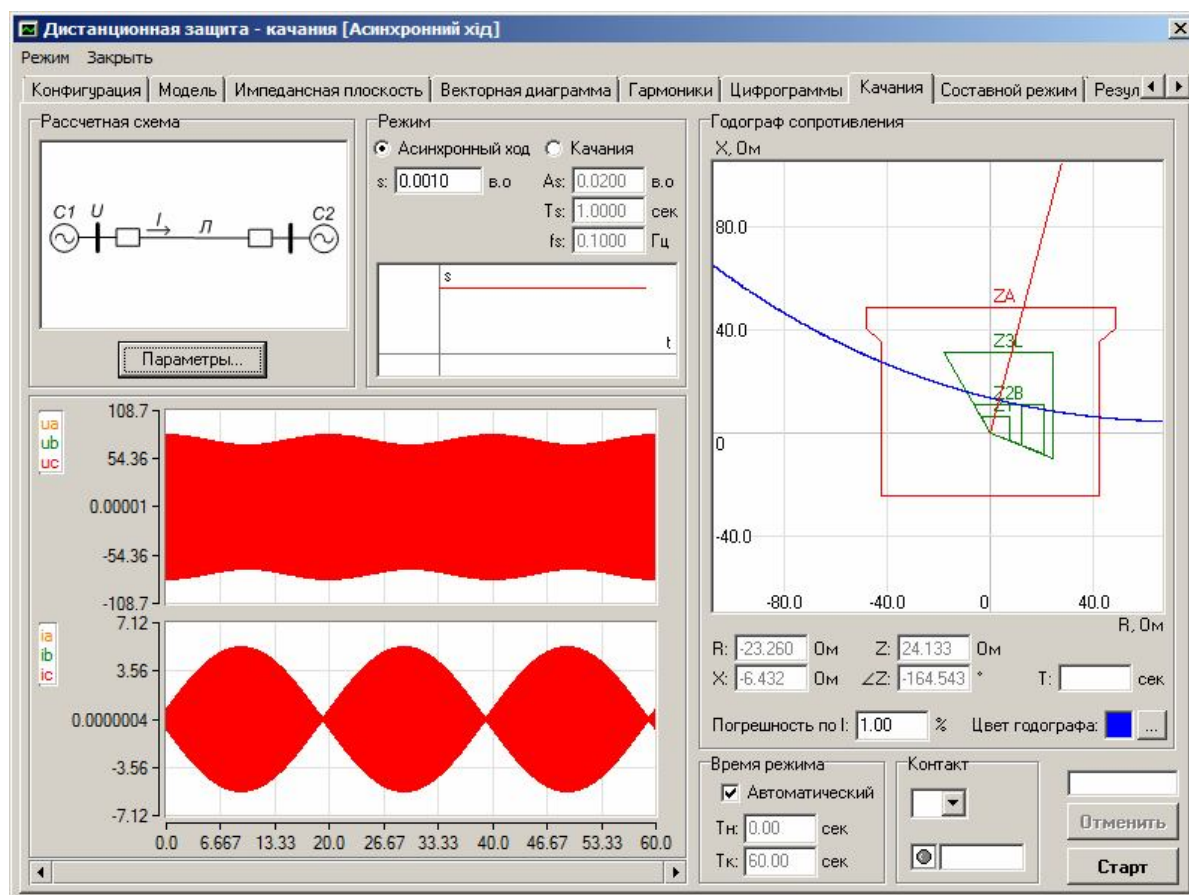

Рис. 4.24. Страница "Качания" модуля "Дистанционная защита"
На этой странице предусмотрена возможность формирования сигналов (напряжений и токов) во время асинхронного хода или во время качаний в системе. Эти сигналы нужны для проверки работы дистанционной защиты при возникновении таких режимов в энергосистеме, в частности для наладки модуля блокировки от качаний дистанционной защиты. Общий вид страницы "Качания" приведен на рис. 4.24.
Информация о параметрах систем и линии задается в диалоговом окне вызываемом кнопкой "**Параметры**" в поле "*Расчетная схема*" (см. рис. 4.24), – появляется диалоговое окно "*Параметры*" (рис. 4.25).
- асинхронный (с неизменной частотой скольжения). Характер изменения координат режима токов и напряжений при таком режиме приведен на рис. 4.24;